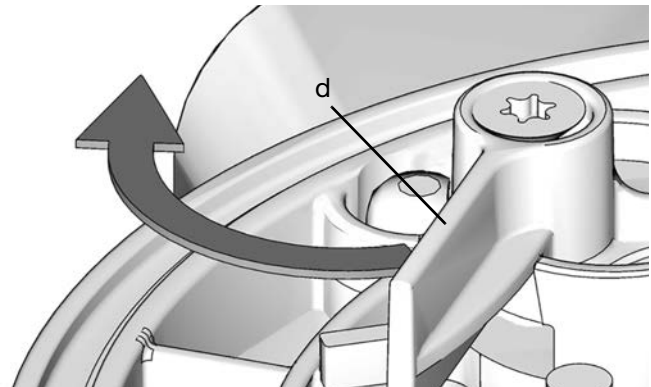

FIG. 9
NOTA: Si hay instalada una paleta de bajo nivel (d) para prevenir daños, sujete la paleta de bajo nivel en su posición completamente extraída mientras instala la paleta agitadora (FIG. 9).
1. Verifique que la paleta de nivel bajo (d) se encuentre en su posición completamente extraída como se muestra en la FIG. 9.